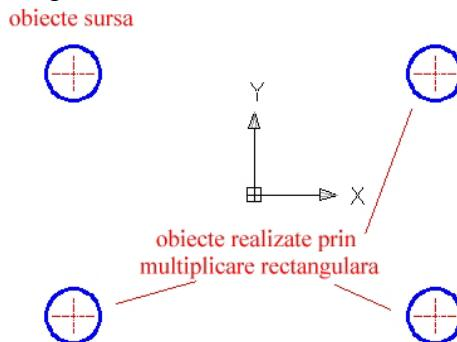

Figura 2.8.4
- opțiunea **Preview** permite previzualizarea multiplicării rectangulare (figura 2.8.4). Dacă desenul este cel dorit se încheie comanda cu **Enter** sau click dreapta. Dacă se dorește revenirea la caseta de dialog **Array** se apasă **Esc** sau click stânga în zona de desenare.